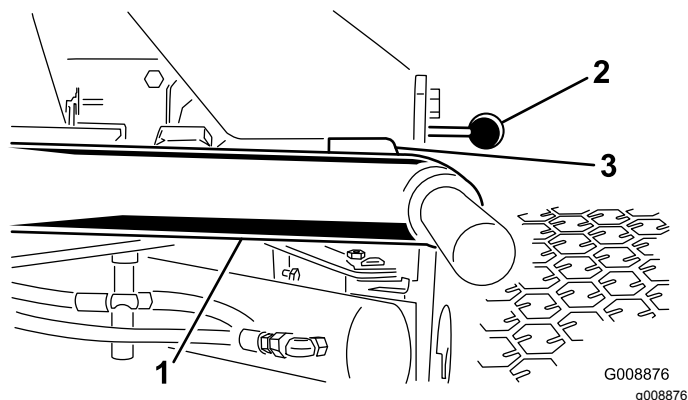

Рисунок 25
1. Запустите двигатель, поднимите подъемные рычаги и убедитесь, что зазор между каждым подъемным рычагом и кронштейном панели пола составляет от 5 до 8 мм (**Рисунок 25**).